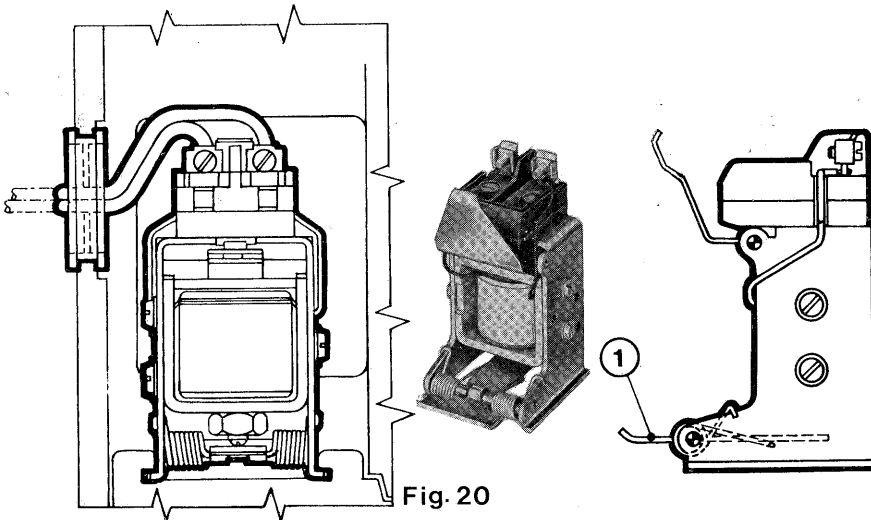

Fig. 20
9.2.1. MT che non impedisce, all'atto della chiusura dell'interuttore a sganciatore diseccitato, una eventuale chiusura transitoria dei contatti della durata di alcuni milisecondi (fig. 20)